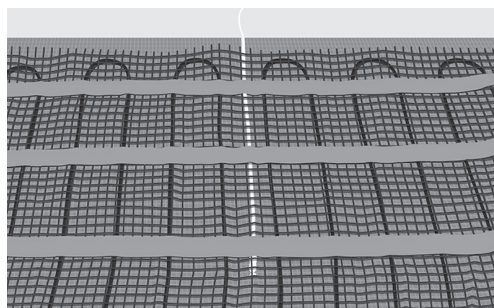

Рис. 7. Расположение гофрированной трубки/датчика между кабелями
11. Установите и закрепите датчик температуры пола в гофрированной трубке или просто установите датчик температуры пола, если гофрированная трубка не установлена. Трубку/датчик следует расположить между двумя нагревательными кабелями (рис. 7).